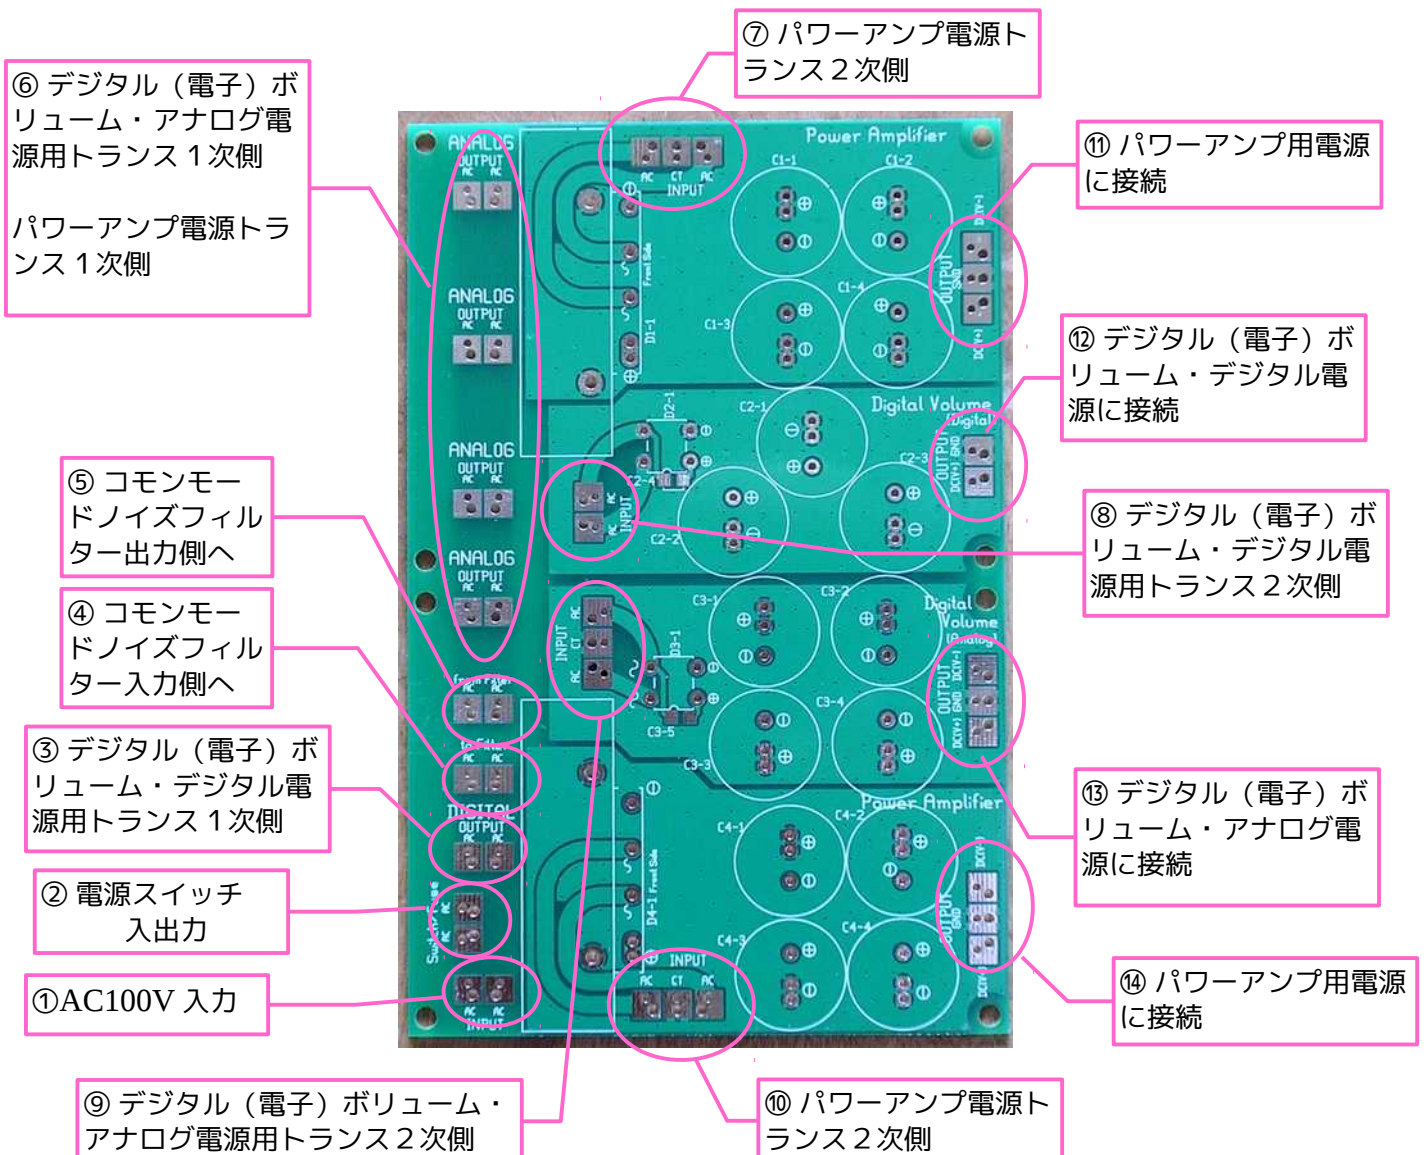

図2 パワーアンプ・デジタル (電子) ボリューム向け電源基板の接続端子
本基板の各接続端子の機能を図2に示します。
図2の左側に縦に並んでいる接続端子は、AC100V（家庭用電灯線）の電力を分配するための配線の端子です。AC インレット等からの配線を①の端子に接続します。フロントパネルに設置する電源スイッチに接続する配線は②に接続します。③はデジタル（電子）ボリュームのデジタル系の電力を供給するトランスの1次側に接続します。デジタル系電源のスイッチングノイズをアナログ側に伝えないように④～⑤にはコモンモードノイズフィルターへの配線を取り付けますが、フィルターを付けない場合は、④と⑤のそれぞれの配線をジャンパー線でつないでも構いません。⑥にある4つの接続端子は、パワーアンプ用・デジタル（電子）ボリュームのアナログ電源用の電源トランスの1次側に接続します。トランスの配置を考えて4ヶ所設けていますが、必要に応じて利用して下さい。
⑦と⑩はパワーアンプ用の電源トランスの2次側のAC電源を接続します。